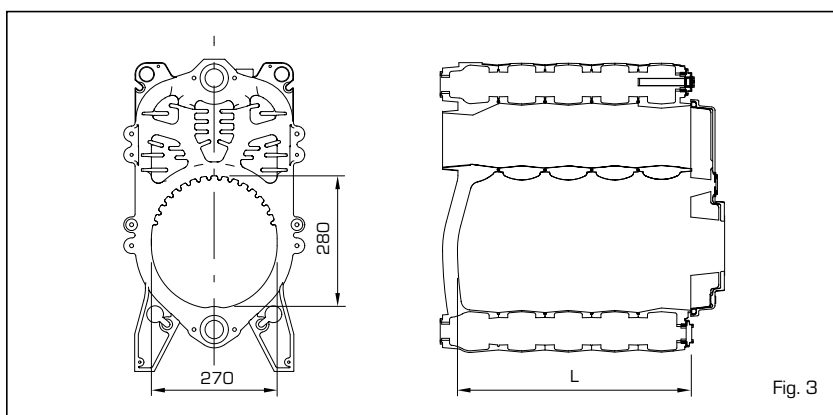

Fig. 3
1.5 CAMERA DI COMBUSTIONE (fig. 3)
Le dimensioni della camera di combustione sono riportate in fig. 3.